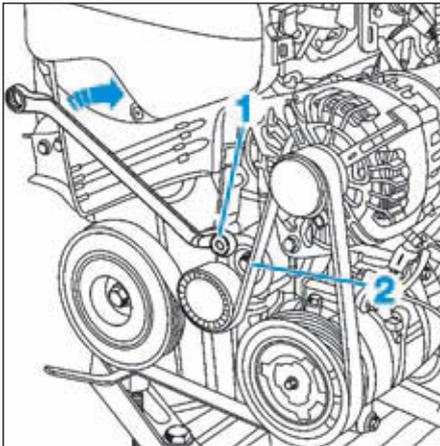

FIG.1
- A l'aide d'une clé de 16 mm, faire pivoter dans le sens horaire le galet tendeur (1) (Fig.1).
- la vis (2) puis le galet tendeur.